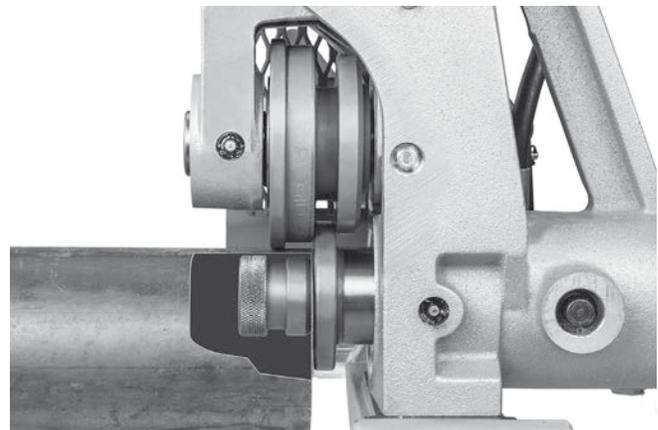

Figura 11 - Colocação do tubo sobre o veio da transmissão, nivelado com o veio de transmissão Flange (estabilizador removido para facilitar a visualização)
3. Deverão estar disponíveis suportes de tubo adequados para apoiar o tubo. Ajuste a altura dos suportes de tubo de forma que o tubo fique nivelado e o diâmetro interno superior do tubo assente no cimo do rolo da transmissão (ver figura 11).
- Coloque o tubo no(s) suporte(s) com a extremidade do tubo nivelada com o flange do veio da transmissão e o interior do tubo em contacto com o cimo do veio da transmissão (figura 11). Certificar que o cano está estável e seguro.